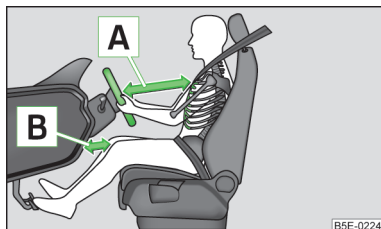

Fig. 120
- Ajustez le volant de façon à ce que la distance entre le volant et le buste soit de 25 cm au moins **A** » fig. 120. Réglez le siège du conducteur en sens longitudinal de façon à ce que la distance entre les jambes et le tableau de bord à hauteur de l'airbag de protection des genoux soit de 10 cm au moins **B**.